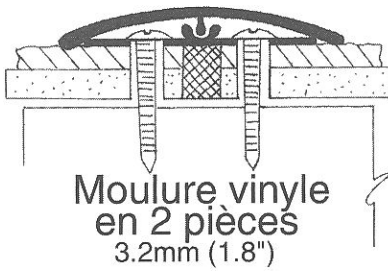

FIGURE 7
- Des moulures en deux pièces et des coins et lattis service lourd sont disponibles pour les épaisseurs non standard (Fig. 7). Vérifiez la disponibilité auprès de votre concessionnaire frp.